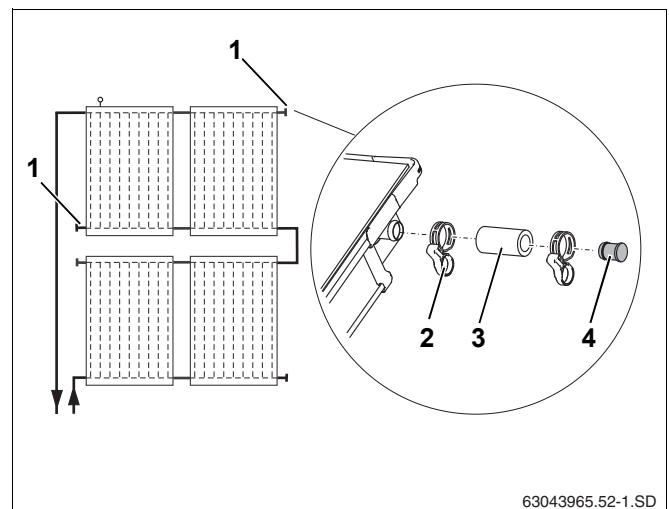

Рис. 40 Предварительный монтаж заглушек
Установите заглушки на неиспользуемые подключения коллектора (рис. 40, **поз. 1**).
- ▶ Наденьте шланги 55 мм (рис. 40, **поз. 3**) с предварительно установленными на них заглушками на оба свободных подключения.